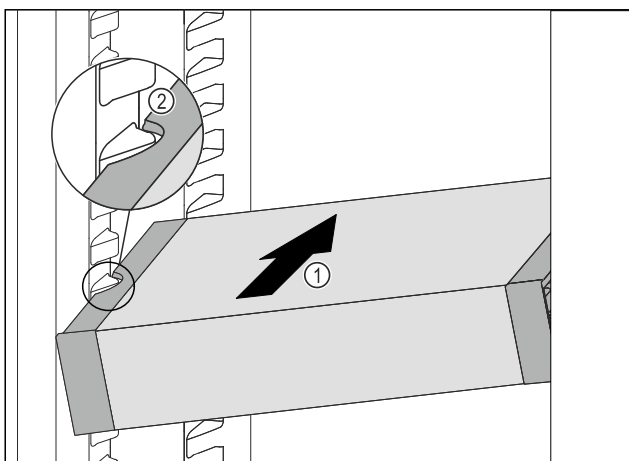

Fig. 69
- ▶ Вкарайте VarioSafe под ъгъл в хладилната част Fig. 69 (1), докато страничните прорези Fig. 69 (2) на VarioSafe се намират на височината на реброто на съда в хладилната част.